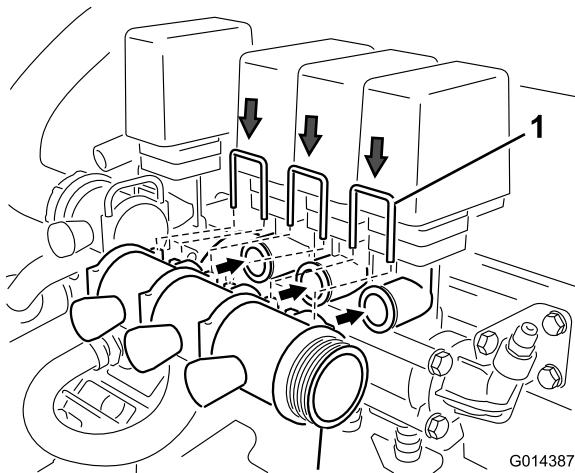

Figura 2
1. Horquilla (3) 2. Tapón (3)
3. Instale el conjunto de la válvula de compensación según se muestra en Figura 2, y sujetelo con las 3 horquillas que retiró en el paso 2.